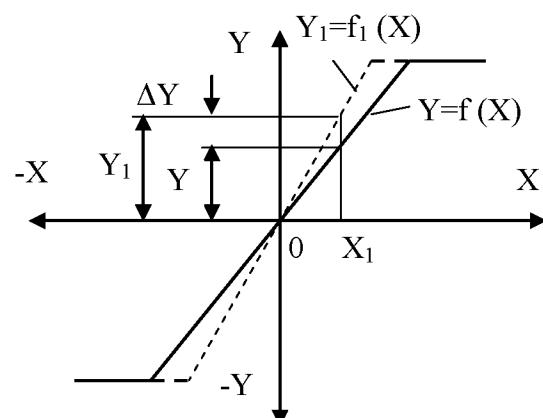

Рис. 3 Характеристика элемента.
**3) Погрешность** — это изменение выходного сигнала, возникающее в результате изменения внутренних свойств элемента или изменения внешних условий его работы. Следует отметить, что в результате погрешности изменяется характеристика элемента (рис. 3).